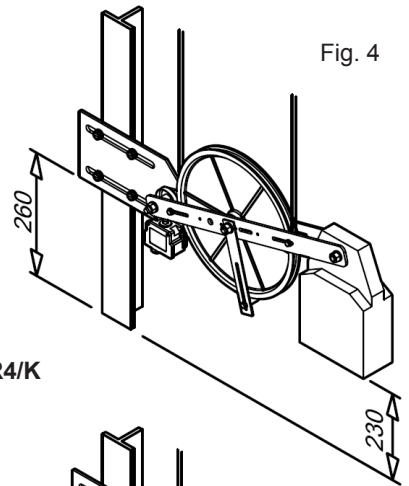

Fig. 4
- Nei modelli con contrappeso orizzontale montare la staffa di fissaggio a circa 260mm (valore approssimativo: Fig. 4) dal fondo del pozzo
- Supportare il contrappeso dei modelli con contrappeso orizzontale fin tanto che viene portato in posizione obliqua (Fig. 4).
Se il montaggio è stato eseguito in maniera corretta, il contrappeso orizzontale dovrebbe assumere una posizione leggermente angolata verso l'alto (Fig. 4).